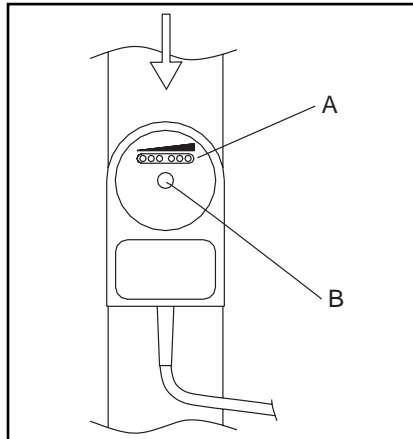

Fig. 13
Remarque: Contrôlez que l'interrupteur de flux soit placé correctement ; voir fig.13. L'interrupteur de flux doit être placé parallèlement au tuyau afin que le fil sorte dans la direction du flux.
Ne nécessite pas de maintenance. Voir cependant section 3 et fig. 13 En cas de défectuosité, l'interrupteur d'écoulement doit être changé.
4. Dévisser la vis de nylon 'B' (fig. 13).
5. Contrôler que l'interrupteur d'écoulement tourne correctement (voir fig. 13)